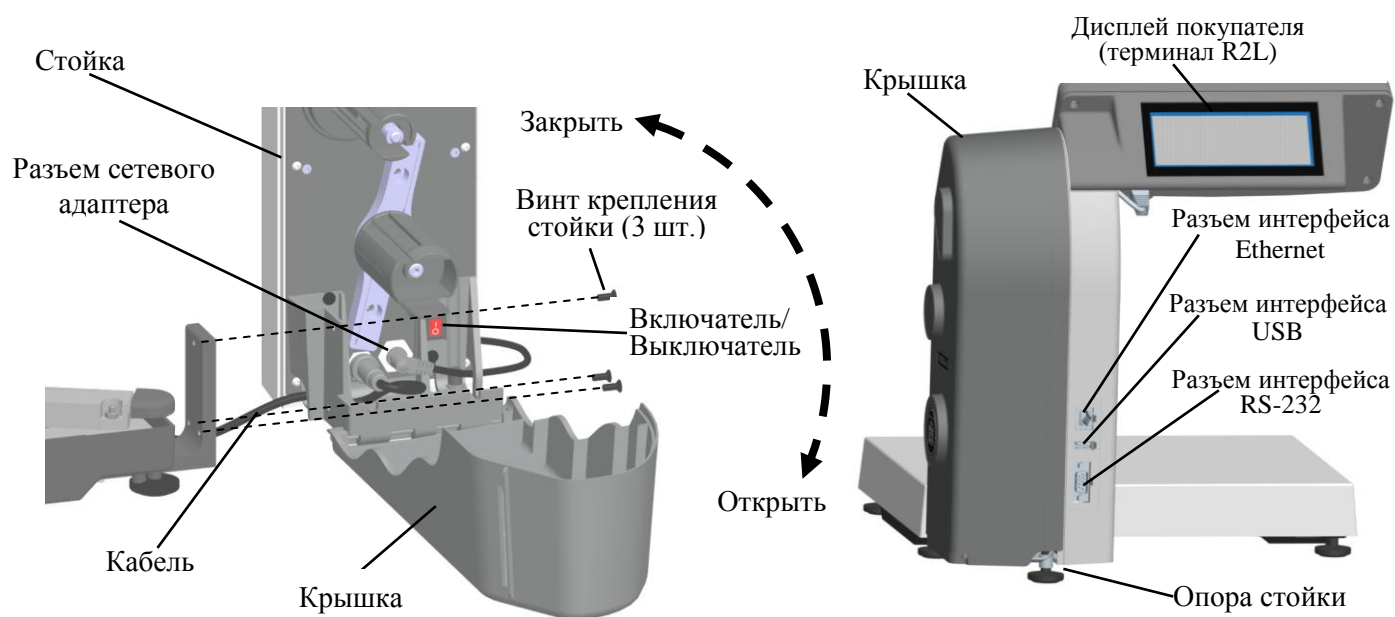

Рисунок 2 – Сборка весов.
3.2.2 Закрепите стойку на кронштейне с помощью винтов крепления стойки М4 (3 шт.) (см. рис.2А).
3.2.3 Протяните кабель внутри стойки и подключите к весовому терминалу (см. рис.2А). При подключении кабеля следите за совпадением ключей разъемов. Излишки кабеля уберите в стойку.
3.2.6 Не нарушая горизонтальность установки, выверните регулировочную опору стойки (1 шт.) до касания стола, обеспечив устойчивое положение весов (см. рис.2Б).
3.3.4 Откройте крышку стойки и включите весы кнопкой «Включатель/Выключатель» (см. рис.2А). По окончании теста индикации весы перейдут в режим взвешивания.